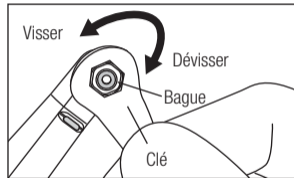

Fig. 10
- 1) Dévisser la bague et enlever l'entraîneur.(Fig.10)